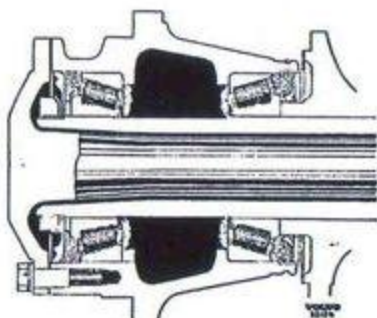

Bild 81. Smörjning av bakhjulslager.
5. Tvätta lagren väl rena i kristallolja eller fotogen. Sedan lagren torkats packas de in väl med fordonsfett 20. Bstryk inre låtningsringens anliggningsyta med ett tunt lager fett samt fyll fett utanför lagren enligt bild 81.